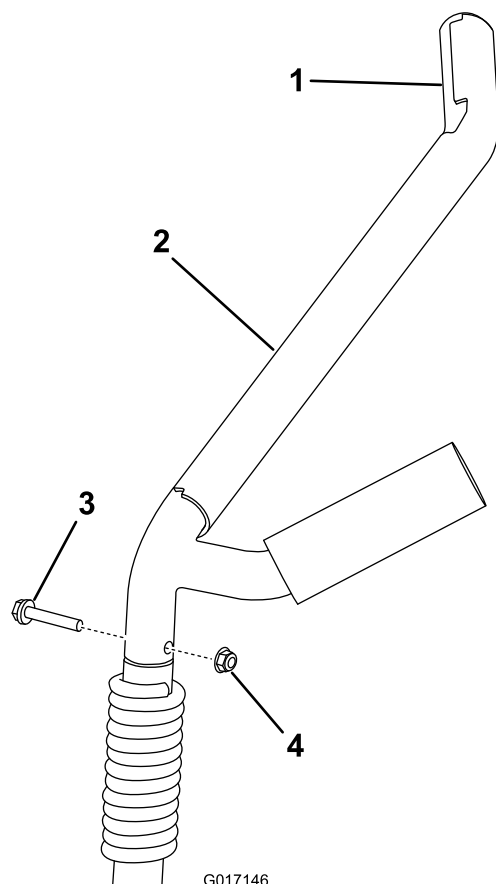

図7
1. 既存のクレードルアーム2本を取り外すボルトとナットを抜けば取り外せる図7。